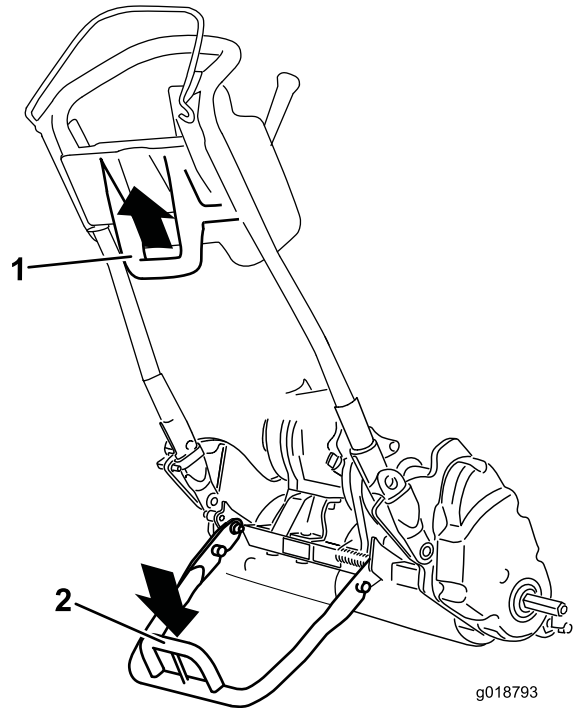

图24
- 要使用支撑架安装行走轮、首先应将其放到地面上、踩下支撑架环、并向上向后拉中下部手柄（图24）。